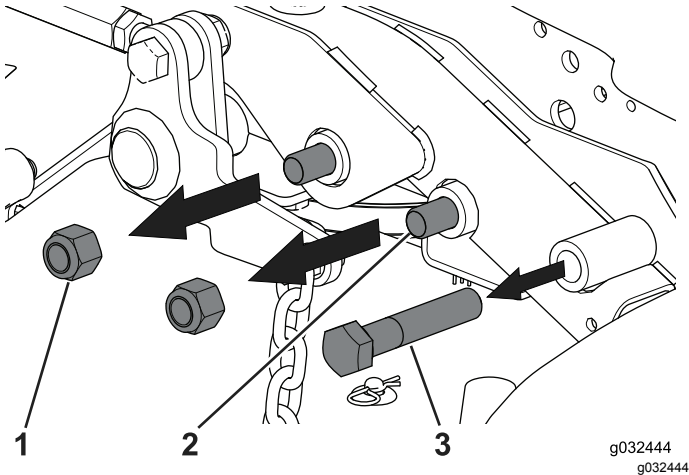
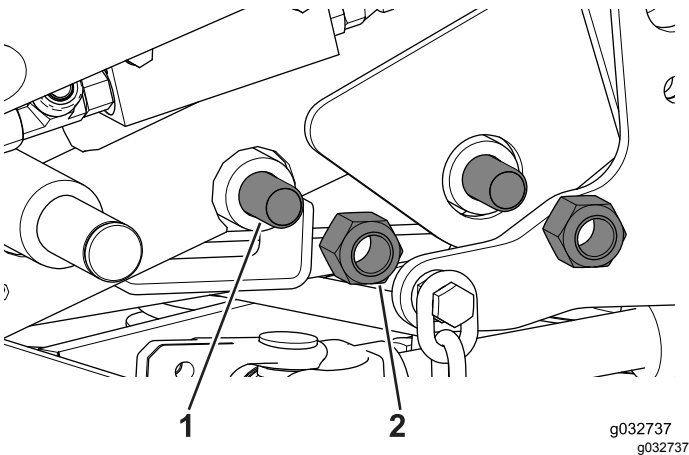

Figura 57
Figura 58
7. Retire los pernos y las contratuercas que sujetan el bastidor de verano al bastidor de la máquina (Figura 57 y Figura 58).